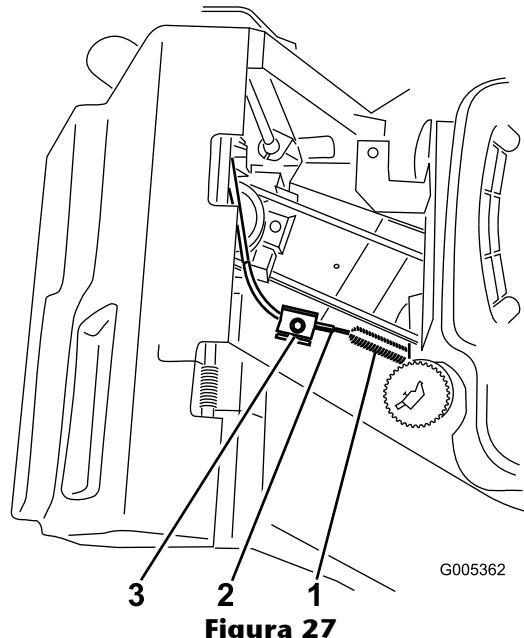

Figura 27
- Afloje el tornillo de la abrazadera hasta que se deslice el conducto del cable del freno (Figura 27).